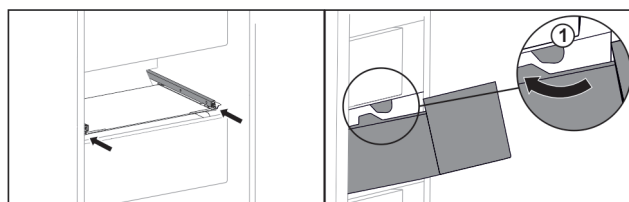

Fig. 47
- ▶ Predal speljite okrog zaustavljalnikov Fig. 47 (1).